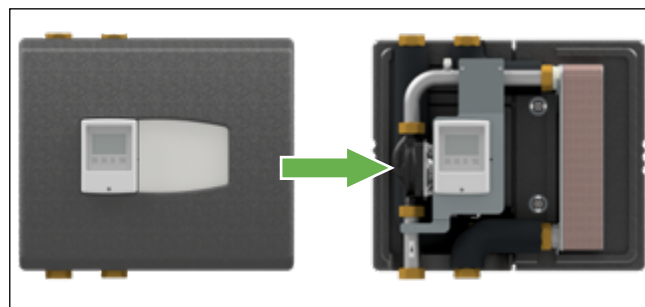

Fig. 8-1: Démontage du panneau frontal
2. Démonter le panneau frontal de la station d'eau fraîche (voir la Fig. 8-1 à la page 11).